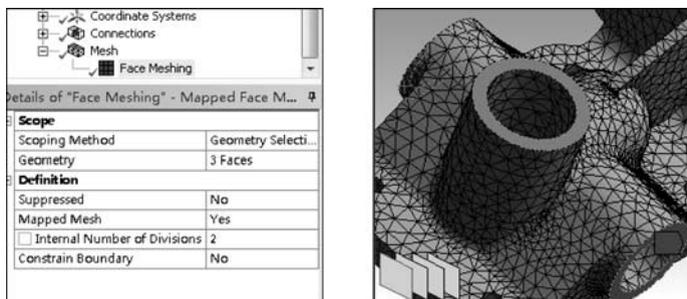

图 3.55 生成映射面网格
(4) 选中如图 3.55 所示的 3 个圆柱表面, 添加 Face Meshing, 并将 Internal Number of Divisions 修改为 2, 然后重新生成网格。